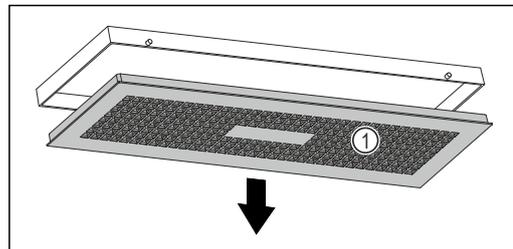

Fig. 99
- ▶ Wasserbox langsam nach unten drehen und dabei Abdeckung Fig. 99 (1) festhalten.
- ▶ Abdeckung Fig. 99 (1) entnehmen.